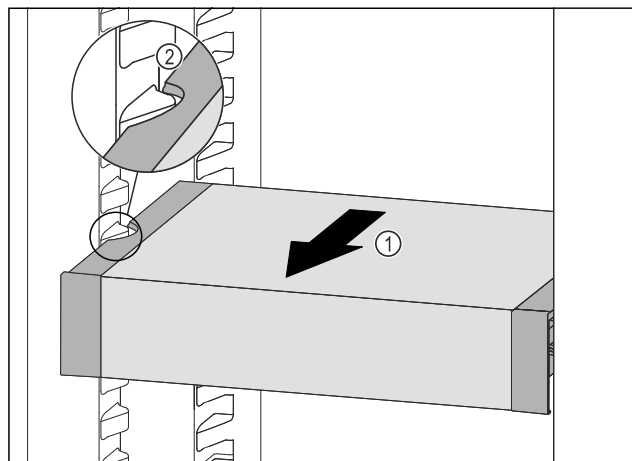

Fig. 99
- 向前拉动 VarioSafe Fig. 99 (1)，直至 VarioSafe 的侧部凹槽与冷藏区中的容器肋梁持平。Fig. 99 (2)